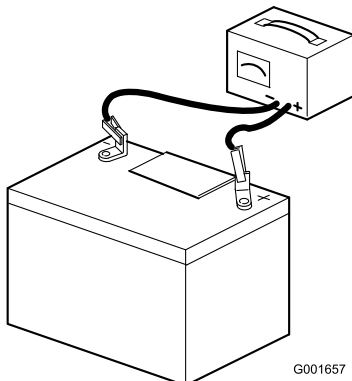

Bild 5
7. Schließen Sie ein 3- bis 4-A-Ladegerät an die Batteriepole an (Bild 5). Laden Sie die Batterie bei einer Rate von 3 bis 4 ampere vier bis acht Stunden lang auf.